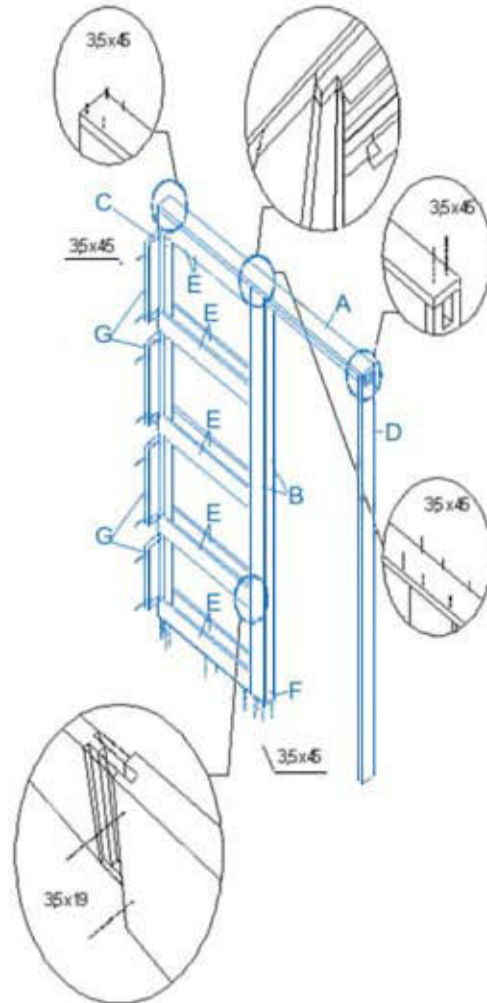

Рисунок 7
4. Сборка каркаса пенала (кассеты) (Рис. 7)